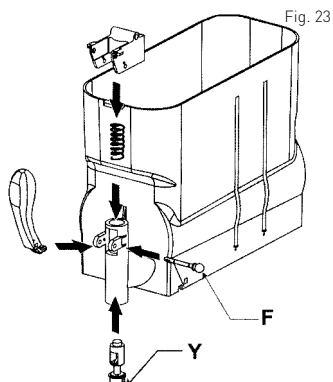

Fig. 23
- Mediante il grasso fornito con l'apparecchio, lubrificare il rubinetto (Y) e montare tutte le parti.
- Inserire il perno (F) tenendo la leva del rubinetto (Vedi: Fig.23).
- Sostituire l'anello di tenuta del rubinetto (C) se è usurato o in caso di perdite.